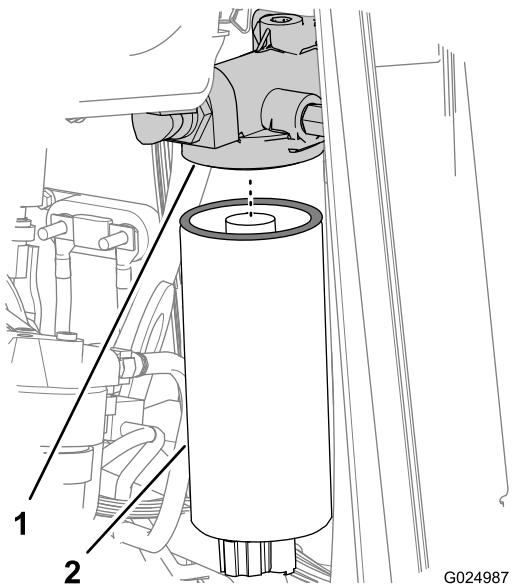
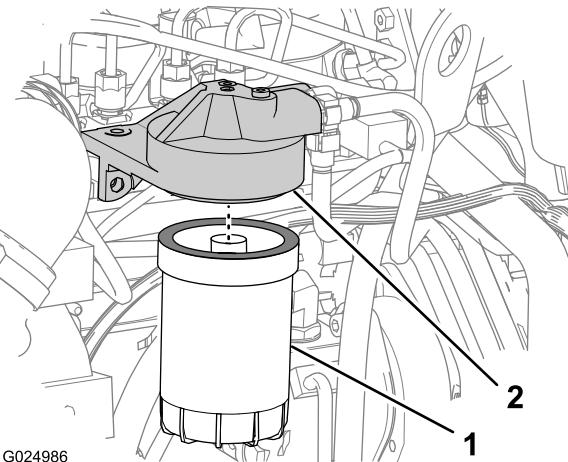

Figura 74
Figura 75
7. Solte e remova o filtro primário de combustível (Figura 74).
9. Solte e remova o filtro de combustível secundário (Figura 75).
1. Limpe as superfícies de vedação dos adaptadores de filtro para os filtros primário e secundário de combustível (Figura 74 e Figura 75).
3. Instale o filtro primário de combustível no adaptador de filtro e aperte o filtro até que a junta entre em contato com a superfície do cabeçote do filtro (Figura 74).
contato com a superfície do cabeçote do filtro (Figura 75).